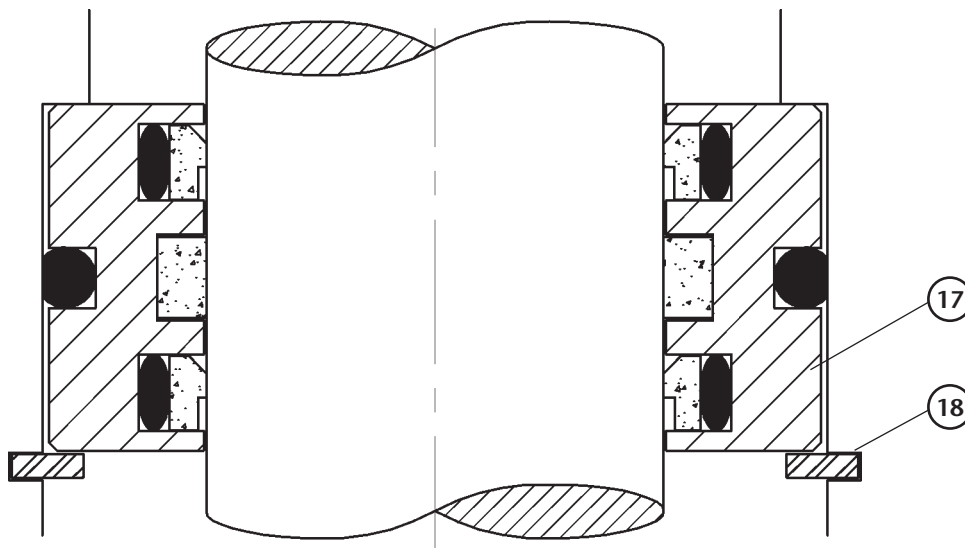

Fig. 12
1. Follow the above procedure for the air motor until the air piston (8) has been removed from the air motor body.
2. Remove the circlip (18) and the packing set (17) from the air motor body (16). Replace if damaged.
- NOTE:** The packing set is directional and must be mounted with the seals positioned as shown in fig.12.
1. Seguir el procedimiento del motor de aire hasta haber extraído el vástago (8) del cuerpo motor.
2. Quitar el anillo de seguridad (18) y el conjunto empaquetadura (17) del cuerpo motor de aire (16). Sustituir en caso de deterioro.
- NOTA:** El conjunto empaquetadura debe ser montada con las juntas según fig. 12.
1. Suivre les instructions données pour remplacer le moteur d'air jusqu'au moment d'extraire le piston (8) du corps moteur.
2. Retirer l'anneau de sécurité (18) ainsi que l'ensemble des colliers (17) du corps du moteur d'air (16). Remplacer ces pièces si nécessaire.
- NOTE:** S'assurer que l'ensemble des colliers a bien été remonté avec les joints comme il est indiqué sur la Fig.12.